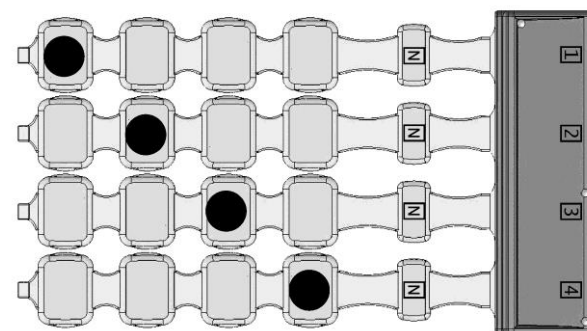

Рис. 19
- «бегущая диагональ» (рис. 19) - последовательное возбуждение индукторов, расположенных по диагонали с последующим однонаправленным возбуждением соседних индукторов по циклическому закону;